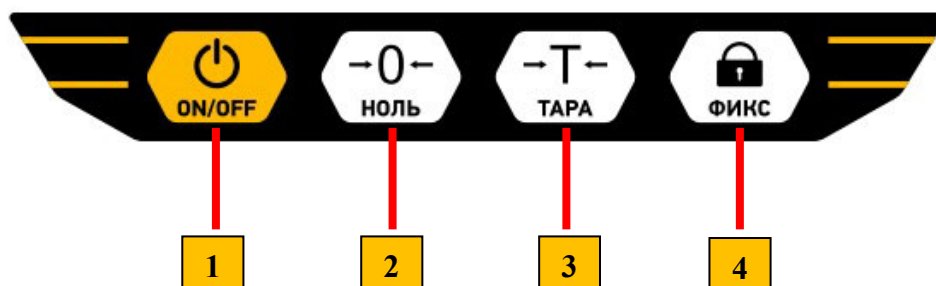
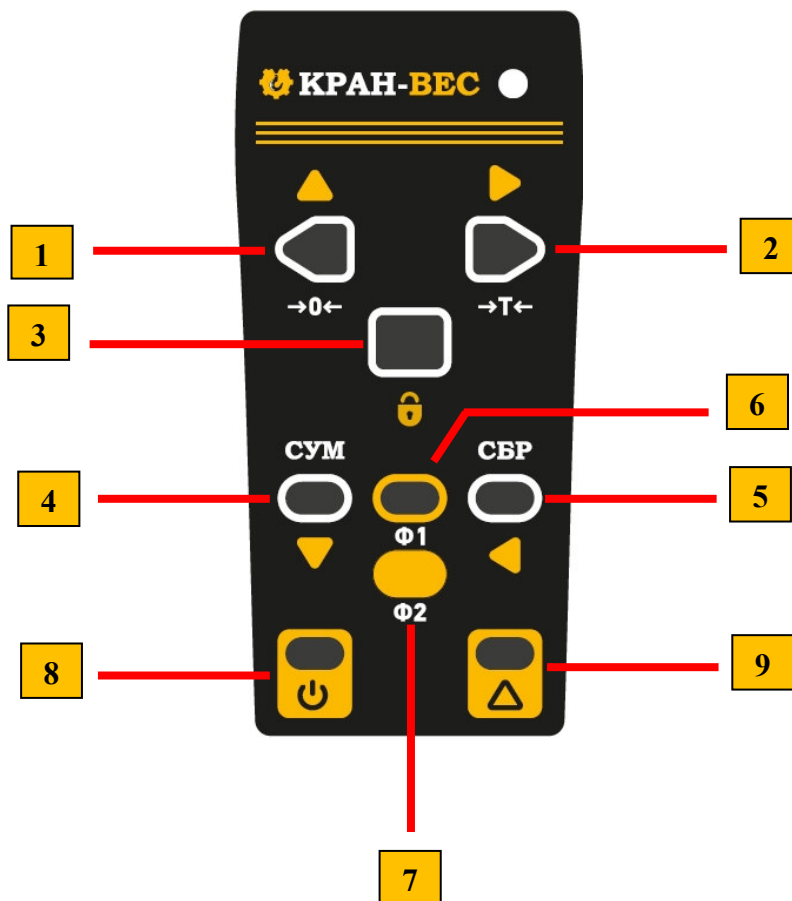

Рисунок 3. Общий вид передней панели весов КС.2
Рисунок 4. Общий вид пульта дистанционного управления
Чтобы обнулить весы нажмите «**НОЛЬ**» (клавиша 3, рис.3) на корпусе весов или  на пульте дистанционного управления (кнопка 1 рис.4). На дисплее весов появится индикатор **ZERO** и показания весов обнулятся.
В случае необходимости фиксирования показаний нажмите клавишу «ФИКС» на корпусе весов (клавиша 2, рис.3) или  на пульте дистанционного управления (кнопка 3 рис.4). На дисплее высветится индикатор **HOLD**, показания массы зафиксируются и не будут изменяться при снятии груза.
**ПРИМЕЧАНИЕ:** При активном режиме фиксации показаний, остальные клавиши будут заблокированы. Для выхода из режима фиксации показаний нажмите клавишу «ФИКС» на корпусе весов (клавиша 2, рис.3) или  на пульте дистанционного управления (кнопка 3 рис.4). Индикатор **HOLD** выключится.
- Нажмите клавишу «ТАРА» на корпусе весов (клавиша 3, рис.3) или  на пульте дистанционного управления (кнопка 2 рис.4). На дисплее весов высветится индикатор **TARE** и показания весов обнулятся.
**ПРИМЕЧАНИЕ:** При снятии тары и груза с весов, на дисплее отобразится отрицательная масса тары. Для продолжения взвешивания без тары, обнулите показания весов клавишей «ТАРА» на корпусе весов (клавиша 3, рис.3) или  на пульте дистанционного управления (кнопка 2 рис.4). Индикатор **TARE** погаснет.
- Нажмите  на пульте дистанционного управления (кнопка 4 рис.4). На дисплее высветится сообщение **ACC** - показания добавлены.
- Для просмотра общего результата суммирования нажмите  на пульте дистанционного управления (кнопка 6 рис.4).
- Нажмите клавишу «ФИКС» на корпусе весов (клавиша 2, рис.3) или  (кнопка 3 рис.4) на пульте дистанционного управления. На дисплее отобразятся первые пять цифр суммарного результата.
- Нажмите клавишу 1 (рис.3) на корпусе весов или  на пульте дистанционного управления (кнопка 8 рис.4) для выхода из режима просмотра результатов взвешивания.
Для **удаления последнего** суммированного значения массы нажмите  на пульте дистанционного управления (кнопка 5 рис.4). На дисплее высветится сообщение **DEL**, указывающее на удаление последнего введенного показания.
Для **удаления всего** суммированного веса нажмите  (кнопка 9 рис.4), а затем  (кнопка 5 рис.4) на пульте дистанционного управления. На дисплее появится сообщение **Clr**, указывающее на то, что весь вес сброшен.
Для переключения между единицами измерения воспользуйтесь кнопкой  на пульте дистанционного управления (кнопка 7 рис.4). При выборе единицы измерения «килограмм», на дисплее высветится индикатор **kg**, если единицей измерения выбран «фунт», на дисплее высветится индикатор **lb**, при выборе единицы измерения пользователя, на дисплее высветится индикатор **UN**.
Для входа в режим настроек нажмите  (кнопка 9 рис.4), а затем  (кнопка 3 рис.4) на пульте дистанционного управления. На дисплее отобразится сообщение **SETUP**.
- В режиме настроек нажмите клавишу «**ФИКС**» на корпусе весов (клавиша 4, рис.3) или  на пульте дистанционного управления (кнопка 3 рис.4). На дисплее отобразится сообщение **off - 0**.
- Выберите необходимое время автоотключения, нажав «**НОЛЬ**» на корпусе весов или используя  и  на пульте дистанционного управления (кнопки 1 и 4 рис.4).
- Для сохранения изменений и выхода из режима настроек используйте клавишу «**ФИКС**» на корпусе весов или  (кнопка 3 рис.4) на пульте дистанционного управления.
- Для отмены внесенных изменений нажмите **ON/OFF** (клавиша 1 рис.3) на корпусе весов или  на пульте дистанционного управления (кнопка 8 рис.4).
- В режиме настроек дважды нажмите клавишу «**ФИКС**» на корпусе весов (клавиша 2, рис.3) или  на пульте дистанционного управления (кнопка 3 рис.4). На дисплее отобразится сообщение **br -**
- Выберите необходимый режим яркости, нажав «**НОЛЬ**» на корпусе весов или используя  и  на пульте дистанционного управления (кнопки 1 и 4 рис.4).
- В режиме настроек трижды нажмите клавишу «ФИКС» на корпусе весов (клавиша 2, рис.3)  на пульте дистанционного управления (кнопка 3 рис.4). На дисплее отобразится сообщение *! dl - -*.
- Выберите необходимое время ухода весов в режим ожидания, нажав «НОЛЬ» на корпусе весов или используя  и  на пульте дистанционного управления (кнопки 1 и 4 рис.4).
- Для сохранения изменений и выхода из режима настроек используйте клавишу «ФИКС» на корпусе весов или  (кнопка 3 рис.4) на пульте дистанционного управления.
- Для отмены внесенных изменений нажмите ON/OFF (клавиша 1 рис.3) на корпусе весов или  на пульте дистанционного управления (кнопка 8 рис.4).